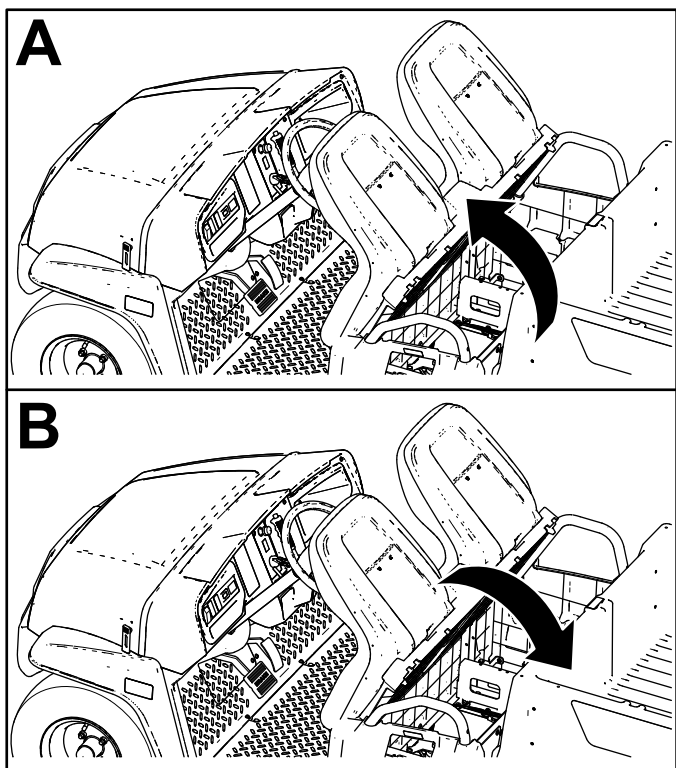

Figure 26
Pour relever l'ensemble sièges, basculez-le vers l'avant jusqu'à ce qu'il repose sur le volant (Figure 26).
Pour abaisser l'ensemble sièges, basculez-le vers l'arrière jusqu'à ce qu'il retrouve sa position initiale (Figure 26).
1. Poussez l'ensemble sièges en avant, en position relevée (Figure 26).